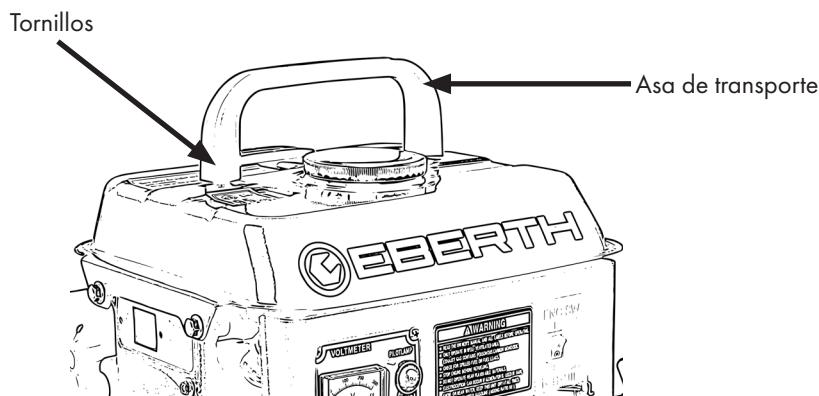

Figura 3
- Coloque el asa de transporte en la posición indicada en la figura 3 y apriete los tornillos.